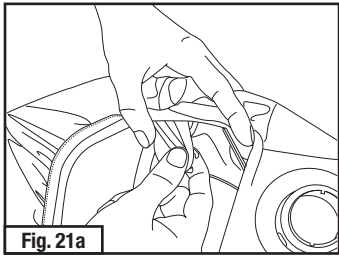
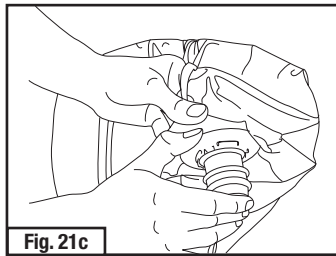

Fig. 21a
Fig. 21c
Mettre le produit au rebut conformément aux règlements locaux. Les composants en plastiques intégrés (coiffe de tête et admission d'air) des séries S-133, S-433 et S-533 peuvent être retirés pour être mis au rebut (Fig. 21a, 21b et 21c). Sur les modèles S-103 et S-403 l'admission d'air en plastique peut être retirée (Fig. 21c).
- Libérer les bouton-pression qui fixent le joint d'étanchéité facial à la coiffe de tête intégrée et les retirer du joint d'étanchéité facial en tissu (Fig. 21a).
- Retirer l'admission d'air en la détachant du tissu du dessus de tête (un outil peut être requis) (Fig. 21c).